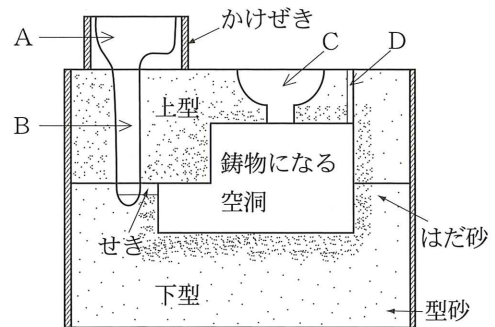

図1 鑄型の概略図
(1) 次の文は鑄型について説明したものである。空欄①～⑧、⑩～⑪、⑬～⑮に適する語句は解答群より、⑨、⑫は図1のアルファベット記号より選び、解答欄に記号で記入しなさい。(同じ記号を何度使ってもよい。)
湯だまりは図1の(⑨)の部分につけられる。主な働きとして(⑩)の役割、(⑪)や不純物を浮き上がらせる。溶湯に圧力を加えるというものがある。
揚がりは図1の(⑫)の部分につけられる。主な働きとして鑄型内に溶湯が充満したことを確認するために付けられている。また発生した(⑬)やスラグを排出させる役割ももっている。